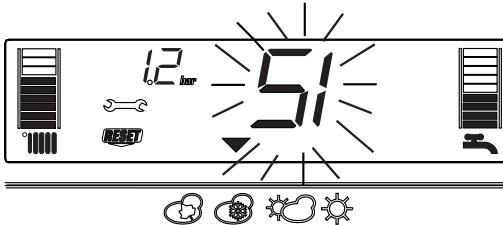

Fig. 4.26
3) Visualizzazione delle icone  e  (fig. 4.26)